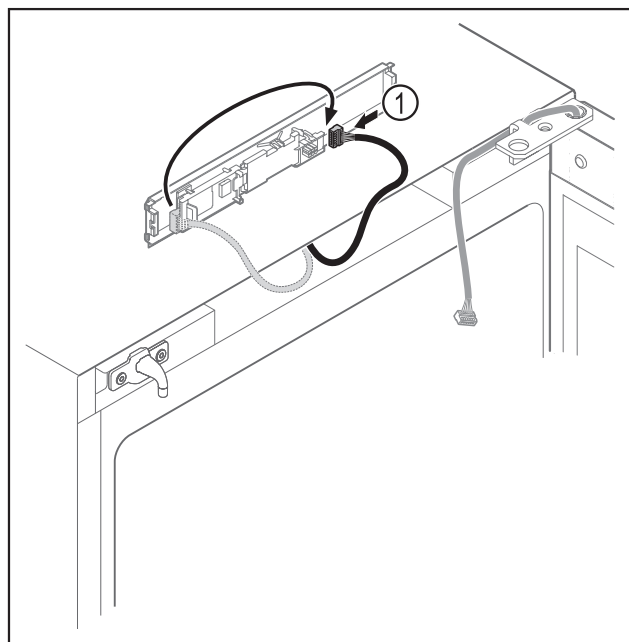

Fig. 16
- ▶ Vtič Fig. 16 (1) ponovno povežite s tiskanim vezjem.